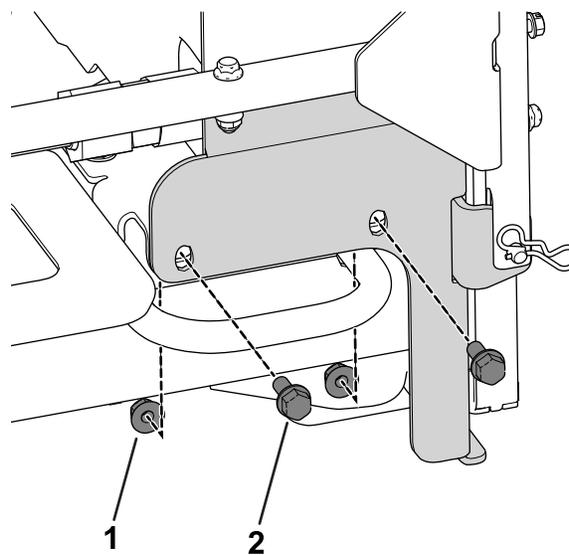

**Figura 6**
**Nota:** Máquinas mais antigas podem ter uma perna do chassi que se estende em frente das fixações da estrutura do radiador. Remova a perna do chassi e, em seguida, lime e pinte a nova extremidade do chassi (Figura 6).